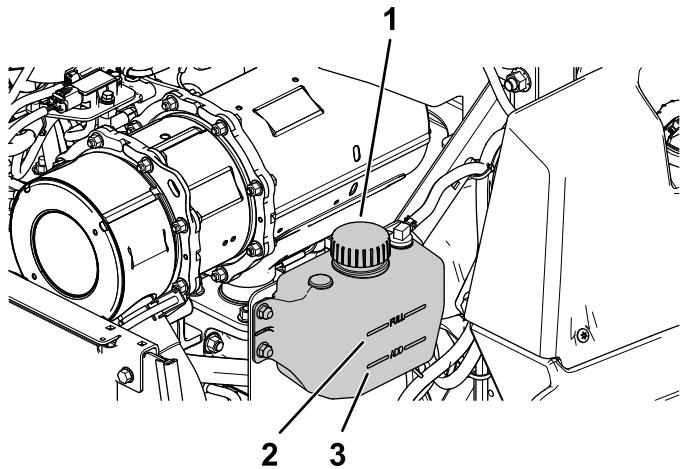

Figure 56
5. Si le niveau du liquide de refroidissement est trop bas, enlevez le bouchon du vase d'expansion et faites l'appoint de liquide spécifié (Figure 56).
4. Vérifiez le niveau du liquide de refroidissement dans le vase d'expansion (Figure 56).